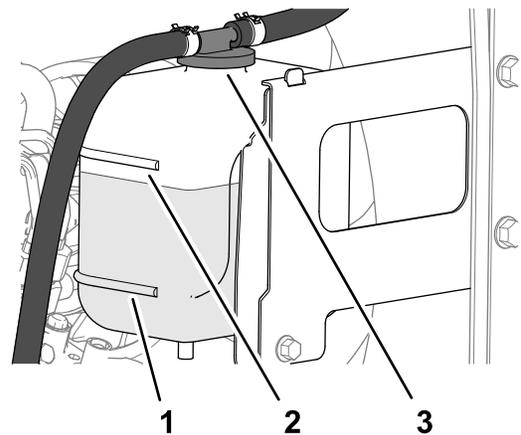

Figura 108
3. Verifique o nível de líquido de arrefecimento do depósito secundário (Figura 108).